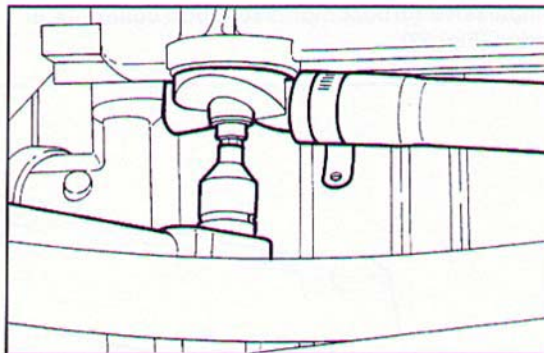

Fig. 54 ▲
- svitare la vite (lunghezza 40 mm) e scollegare la tubazione uscita liquido refrigerante da testa cilindri sinistra (Fig. 54);
- unscrew the screw (40 mm long) and disconnect the coolant outlet tube from the left cylinder head (Fig. 54);